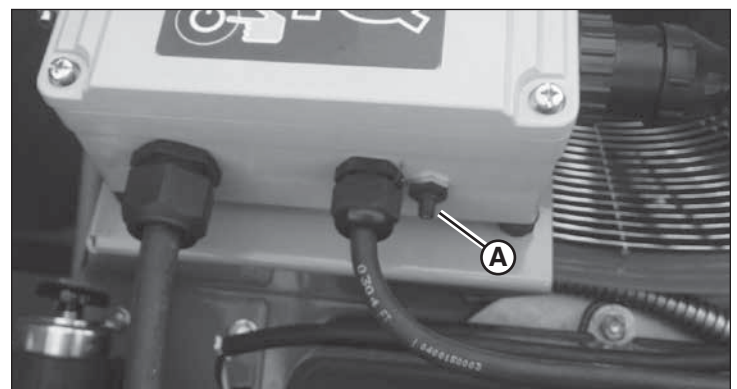

Figure 43
- Réinitialiser le disjoncteur du ventilateur principal. Repérer et appuyer sur le bouton de réinitialisation du disjoncteur au bas du module de commande (A, Figure 43).